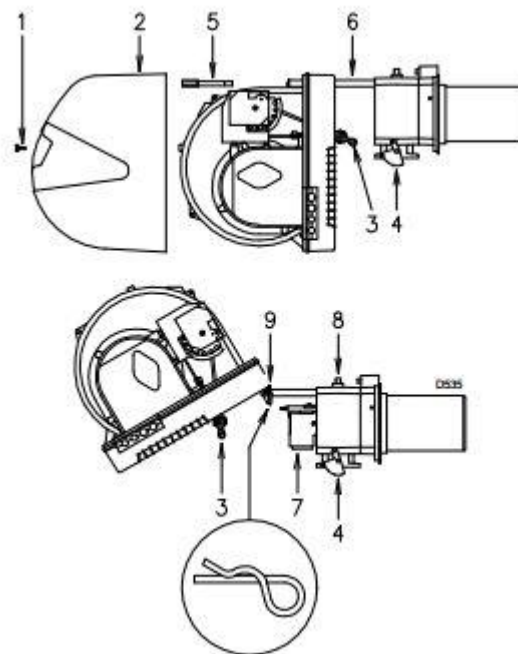

Рис. 34
- > Отверните винт 1) (Рис. 34) и снимите кожух 2).
Теперь извлеките газораспределитель 7), предварительно вывернув винт 8) (Рис. 34).
- > Удалите шплинт 9) (Рис. 34) и продвиньте горелку вперед, пока она не окажется примерно в 100 мм от соединительного патрубка. Подсоедините кабели и задвиньте горелку до упора. Установите на место винты 5) и шплинт 9) и аккуратно вытяните кабели датчика и электрода наружу до легкого натяжения. Снова подсоедините шарнирную муфту 3) к градуированному сектору 4).